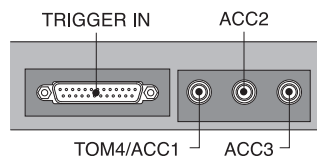

Fig.12
4. Next, insert the other end of the TRS cable into TOM4/ACC1 of the Sound Module (Fig.12).
ケーブルの接続が終わったら、もう一方のジャックを音源BOXのTOM4 / ACC1へ差し込みます (Fig.12)。